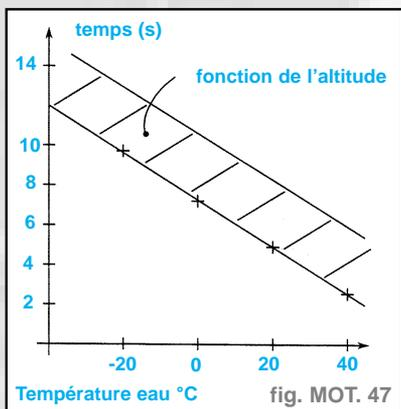

fig. MOT. 47
- Il est fonction de la température d'eau et de l'altitude (capteur interne calculateur) à la mise du contact (allumage du témoin de préchauffage) (fig. MOT. 47).